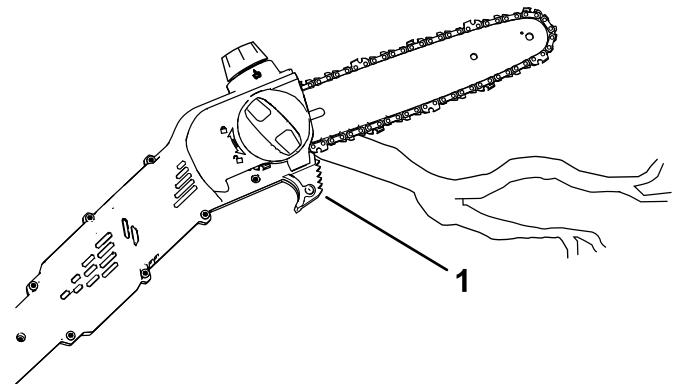

Bild 12
5. Schneiden Sie mit dem Ast nahe der Rückseite des Sägeschwerts, nahe der Schnittführung; drücken Sie die Sägekette leicht gegen das Holz und führen Sie den Schnitt mittels dem aufliegenden Gewichts des Hochentasters durch (Bild 12).